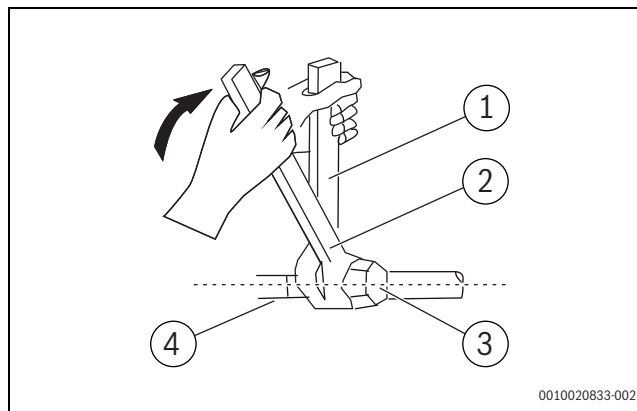

Fig. 2
- ▶ Bestem installasjonsstedet og ta hensyn til minimumsklaringen (→ fig. 2).